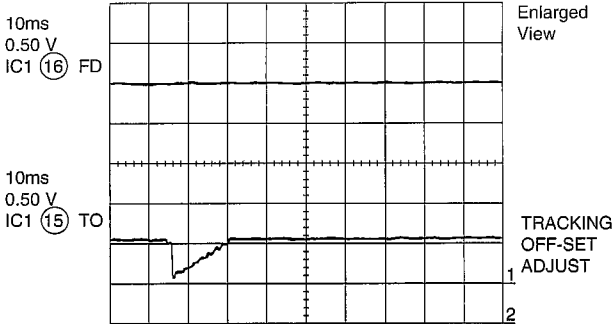

Figure 22-2
2. Tracking offset (Fig. 22-2)
2. Abtastabweichung (Fig. 22-2)
2. décalage d'alignement (Fig. 22-2)